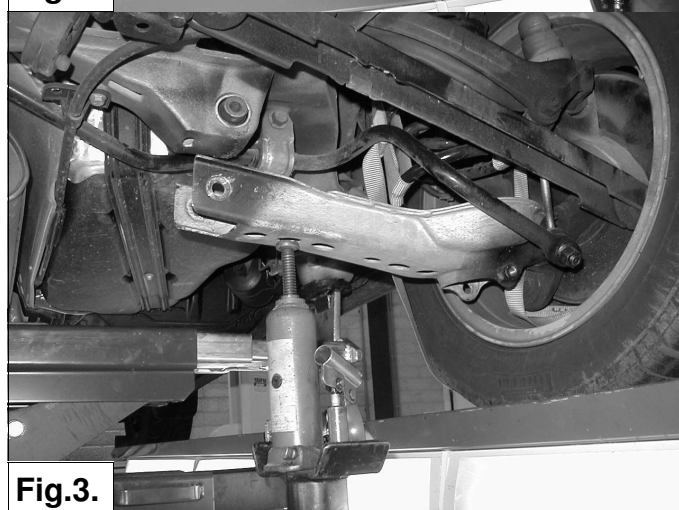

Fig.3.
4. Ondersteun de draagarm met een krik zodat de bevestigingsbout van de draagarm aan het subframe verwijderd kan worden. Zorg er voor dat de krik goed stevig staat omdat de draagarm onder spanning van de veer staat ! Zie fig. 3.